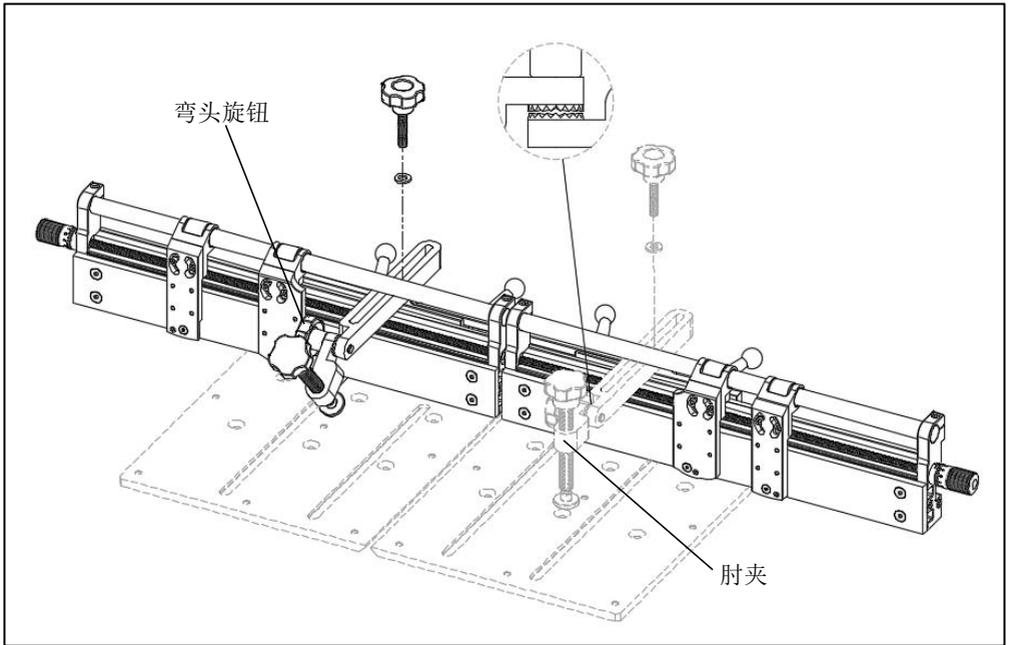

图 16
- 如图 16 所示，将肘夹安装到靠山基座上预留的安装孔位，左右两侧的靠山基座上均可安装。